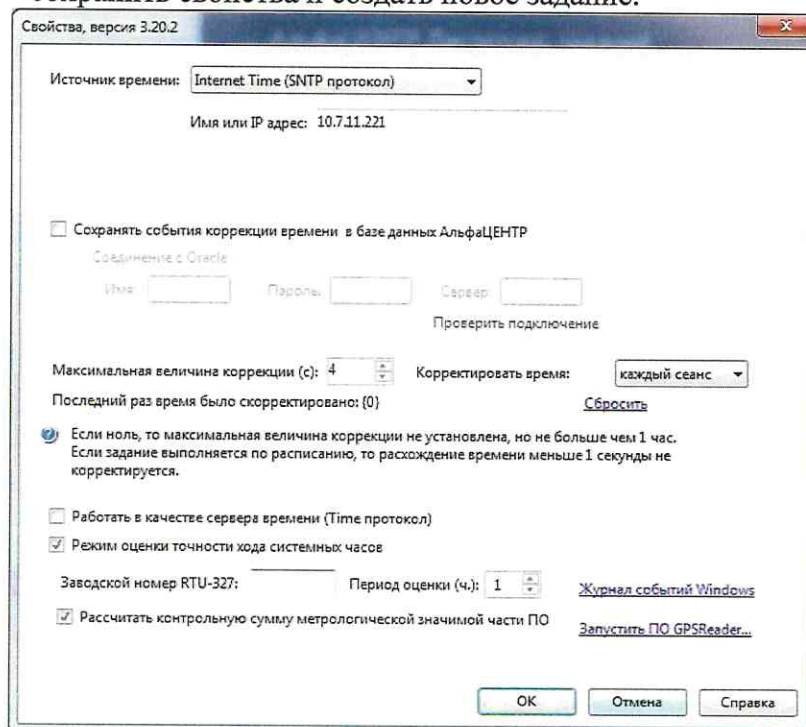

Рисунок 4
8.8 Указать свойства задания (рисунок 4):